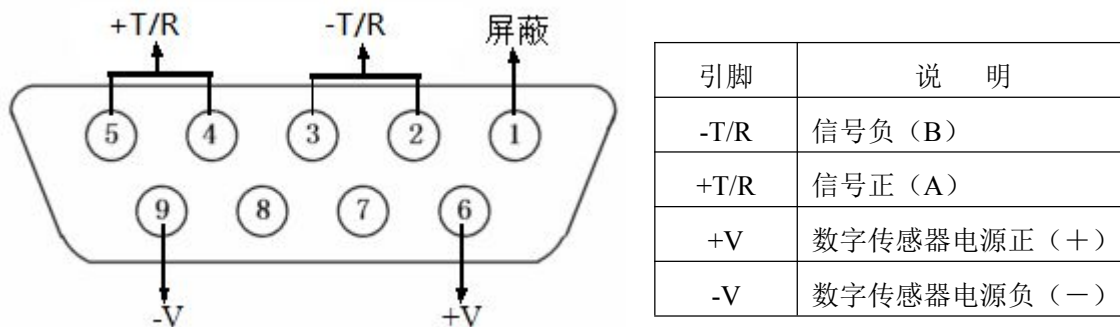

图 2-3 数字传感器接口及说明
- 2、AS1 的传感器接口采用 9 芯插头座。图 2-3 标注了各引脚的意义。